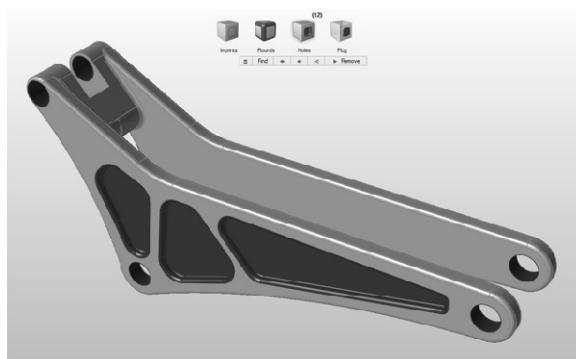

图 9-3
- 3) Inspire 会自动查找模型中所有的孔和凹处，并使其显示为红色。显示在孔图标上方的数字代表查找到的孔和凹处的总数目，在本例中是 12，如图 9-3 所示。